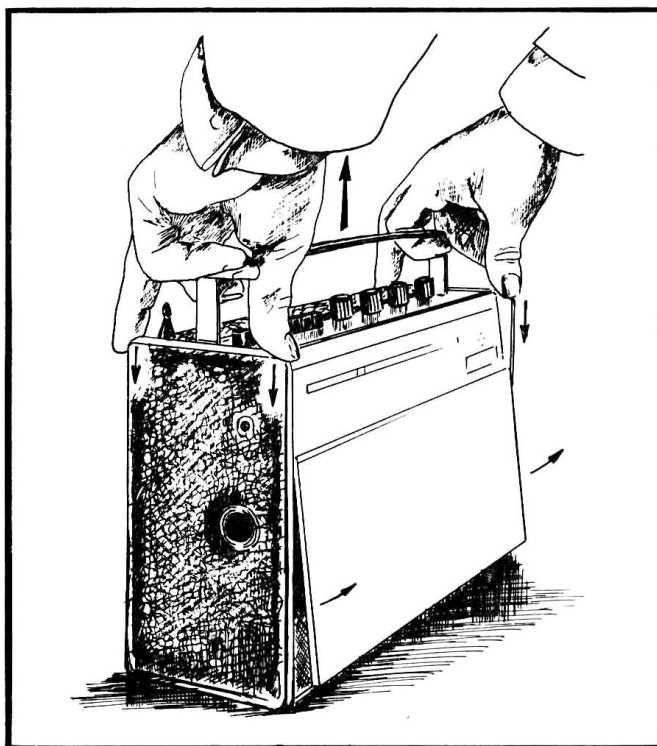

fig. 14
- Prendre l'appareil comme indiqué fig. 14 et soulever verticalement la poignée à l'aide des index ; la façade bascule et sort du coffret.